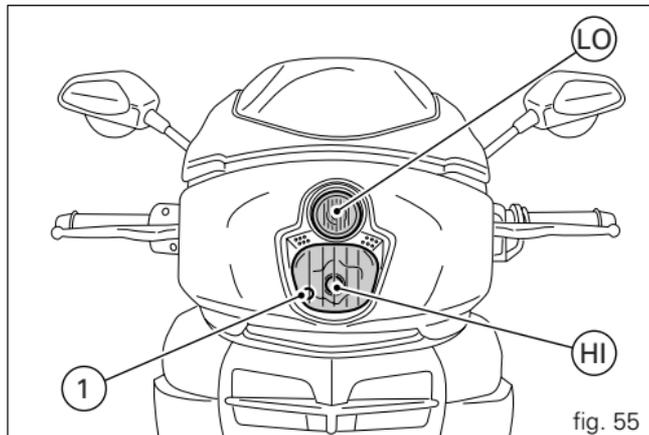

fig. 55
Avant de remplacer une ampoule grillée, s'assurer que la tension et la puissance de l'ampoule neuve correspondent aux valeurs indiquées dans le paragraphe « Circuit électrique » page 96. Toujours vérifier le fonctionnement de l'ampoule neuve avant de reposer les pièces déposées. La fig. 55 illustre l'emplacement de l'ampoule du feu de croisement (LO), du feu de route (HI) et du feu de position (1) du projecteur avant.